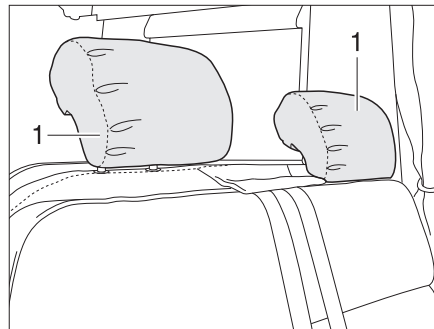

Bild 19 Kopfstütze Sitzbank (Variante 1)
- Die Kopfstützen (Bild 19,1) von Hand nach oben ziehen oder nach unten drücken.